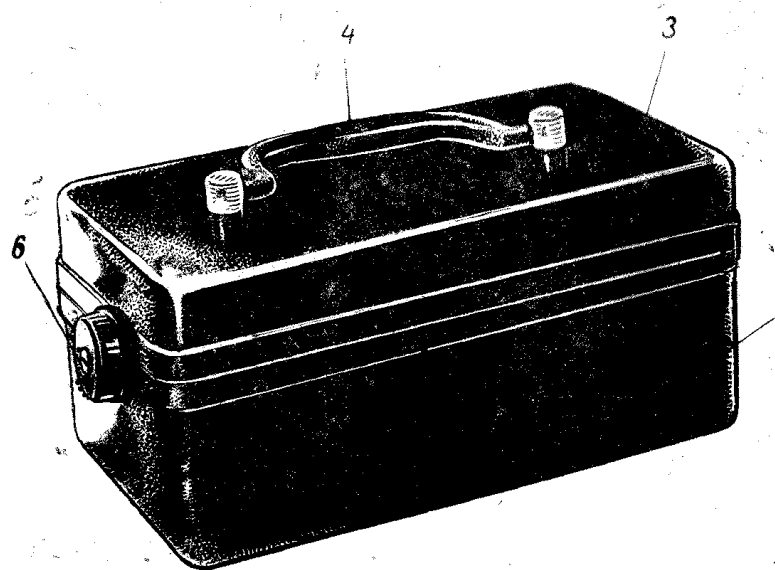

Рис. 7.
3. 7. Конструкция прибора (рис. 7, 8, 9 и 10)